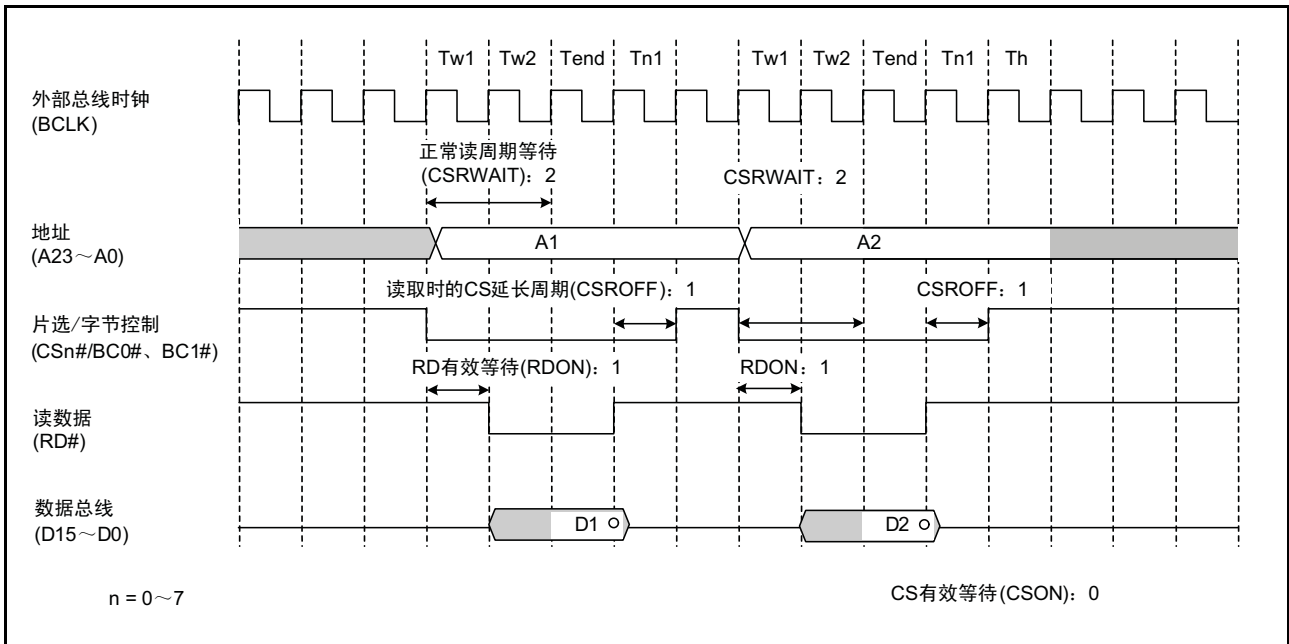
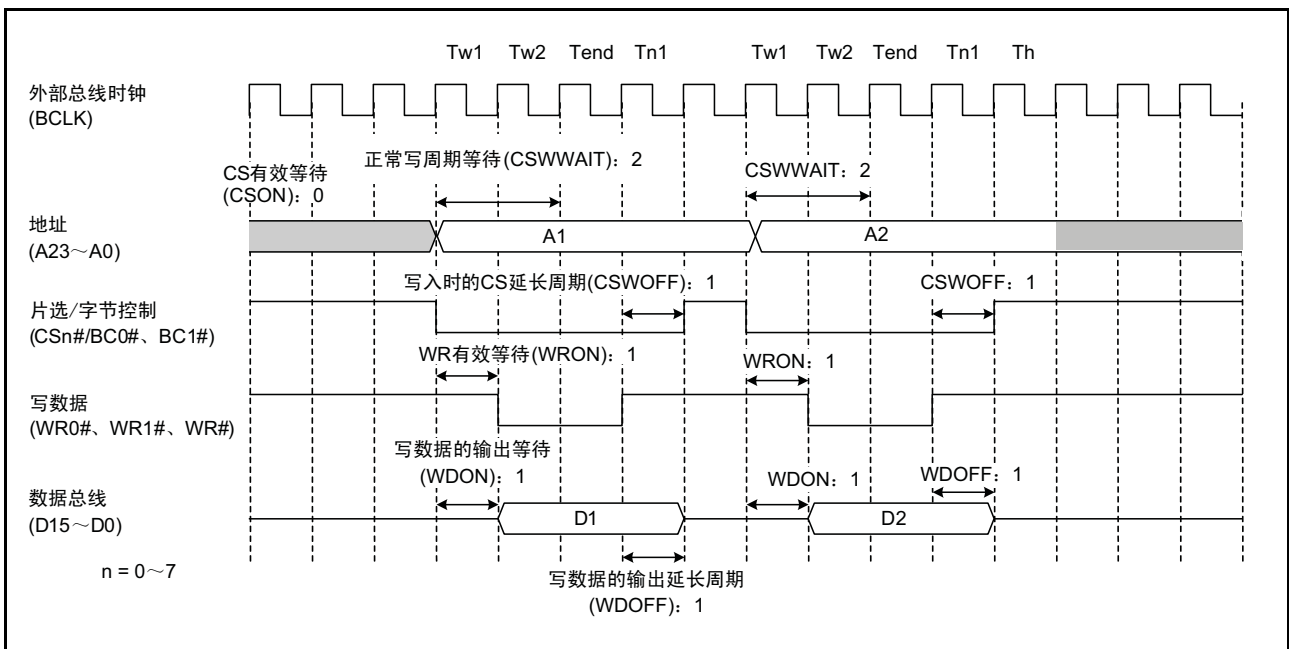

图 11.10 正常读存取的运行例子 (1次传送请求发生2次总线存取的情况)
图 11.11 正常写存取的运行例子 (1次传送请求发生2次总线存取的情况)
在CS延长周期结束后的下一个周期，保持前一次存取的地址值。但是，在总线主控的1次传送请求至少需要2次外部总线存取的情况下，只保持被分割的最后总线存取的地址值。对于最后总线存取以外的存取，在CSn#信号无效时地址被更新为下一次存取的值。在正常存取的情况下，在CSn#信号无效期间插入1个周期；在页面存取的情况下，在CSn#信号无效期间不插入周期（参照图11.10和图11.11）。
在总线主控的 1 次传送请求至少需要 2 次外部总线存取时，重复正常存取的操作（(1) ~ (4)）。1 次传送请求发生 2 次总线存取的运行例子如图 11.10 和图 11.11 所示，图中各等待控制寄存器的值是设定例子，必须根据要连接的器件规格设定寄存器的值。